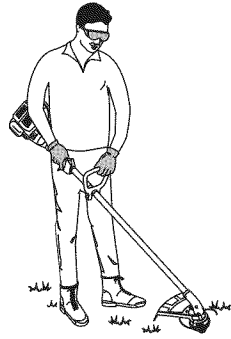

Fig. 9
2. Mientras sostiene la unidad en posición de operación (Fig. 9), coloque la manija en D en la posición que le brinde el mejor agarre.
Antes de operar esta unidad, párese en posición de operación (Fig. 9). Verifique lo siguiente: